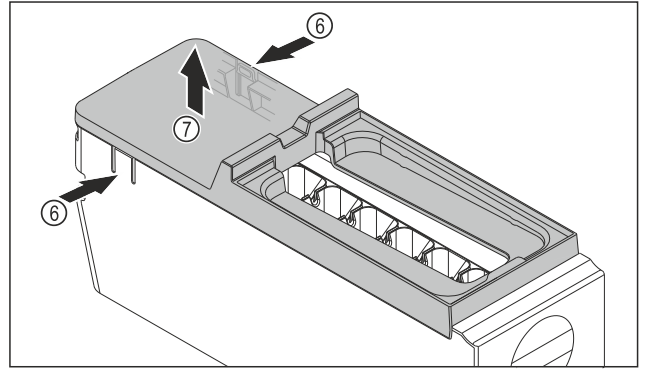

Fig. 131
- Изваждане на капака на корпуса на EasyTwist-Ice: Натиснете езичетата Fig. 131 (6) от двете страни на корпуса на EasyTwist-Ice с една ръка.
- С другата ръка извадете капака Fig. 131 (7) нагоре.